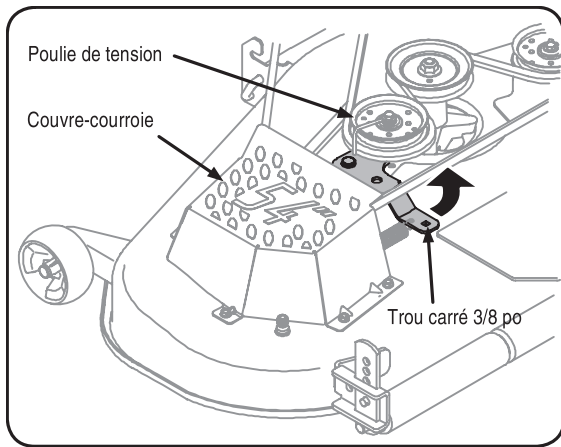

Figure 6-9
- Pour faciliter le démontage de la courroie plus tard, desserrez le boulon qui retient la poulie de tension pivotante sur son support, mais ne le retirez pas. Voir la Figure 6-9.
- Insérez une clé à cliquet de 3/8 po (pour desserrer) dans le trou carré qui se trouve sur le support de la poulie de tension, sur la gauche du plateau de coupe. Voir la Figure 6-9.